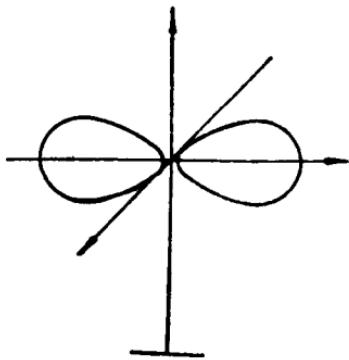

图 1.3 Px 电子云模型
(2) 泡沫塑料加工: 切取长 12cm, 底面 $5 \times 5\text{cm}^2$ 泡沫塑料二块, 按 P 电子云形状(纺锤体), 先设计好切削方案, 用美工刀小心切削成毛坯, 用砂轮将毛坯仔细抛光, 定型成所设计的电子云形状(Px 电子云剖面如图 1.3 所示), 表示磨光后, 再用大白与少量乳胶调和液, 涂抹平滑, 晾干, 用细砂纸打光备用。
(3) 装配: 将加工好的泡沫塑料块, 仔细插在 X 轴上, 用细铁丝将两端固定, 如图 1.3 所示。泡沫塑料表面涂上广告色(蓝色较好), 用硬纸板制成 X、Y、Z 标志固定于坐标轴端点, 最后装上木制